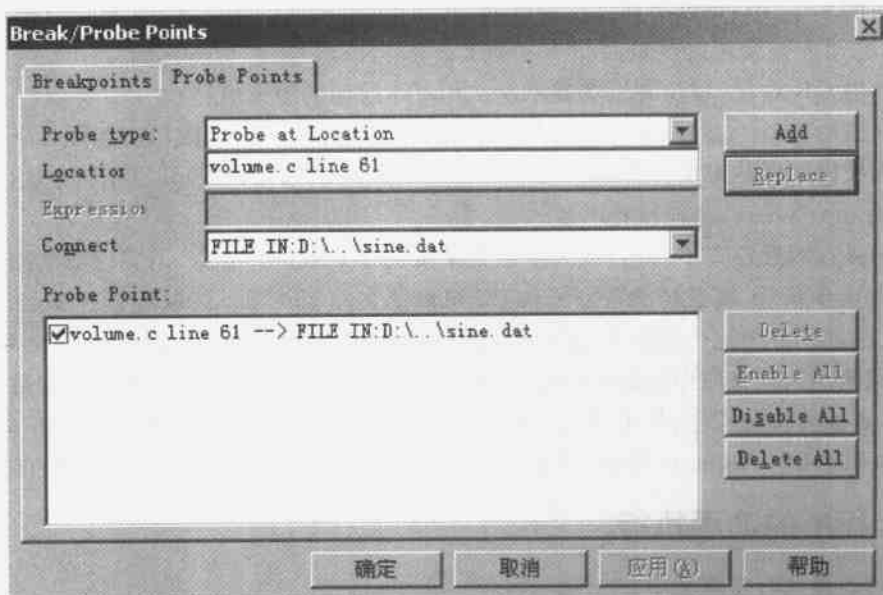

图 6.11 探测点与 sine.dat 文件关联
(11) 在 Probe Point 列表中,有一行“volume.c line 61—>No Connection”,表明第 61 行设置了探测点,但还没有与 PC 机数据文件关联。
(12) 在 Connect 栏,单击向下的箭头,从列表中选择 sine.dat 文件。
(13) 单击 Replace 按钮,Probe Point 列表显示探测点已经与 sine.dat 文件关联,如图 6.11 所示。